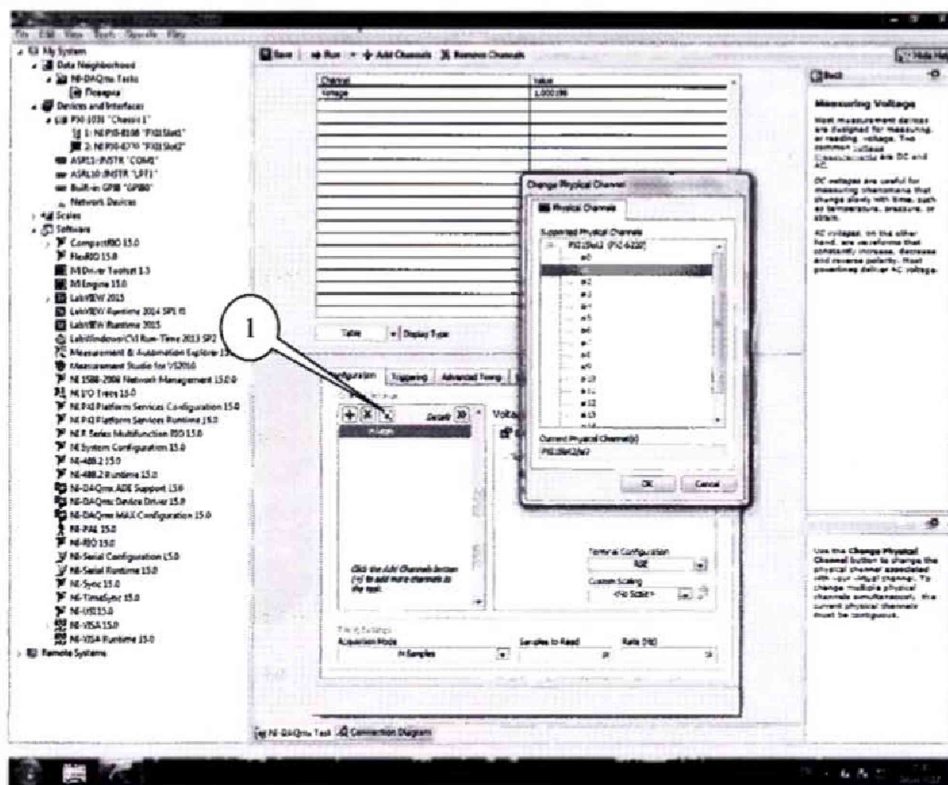

Рисунок 9.
4.12.8 Выполнить операции по п.п. 4.12.4 - 4.12.7 для каждого из каналов модуля. Для переключения каналов (рисунок 9) нажать кнопку (1), выбрать требуемый канал и нажать кнопку «ОК».